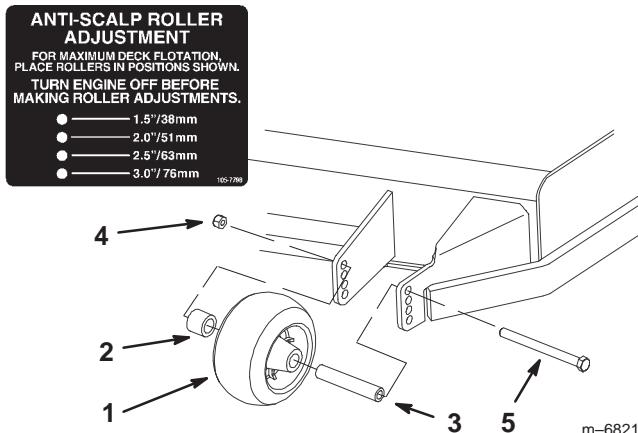

Figure 19
- Après avoir réglé la hauteur de coupe, réglez les galets en retirant l'écrou à collarette, la bague, l'entretoise et le boulon (Fig. 19).
- Choisissez le trou pour que le galet de protection du gazon se trouve le plus près possible de la hauteur de coupe correspondante voulue (Fig. 19).
- Posez l'écrou à collarette, l'entretoise, la bague et le boulon. Serrez à 54–61 Nm (40–45 pieds-livres) (Fig. 19).